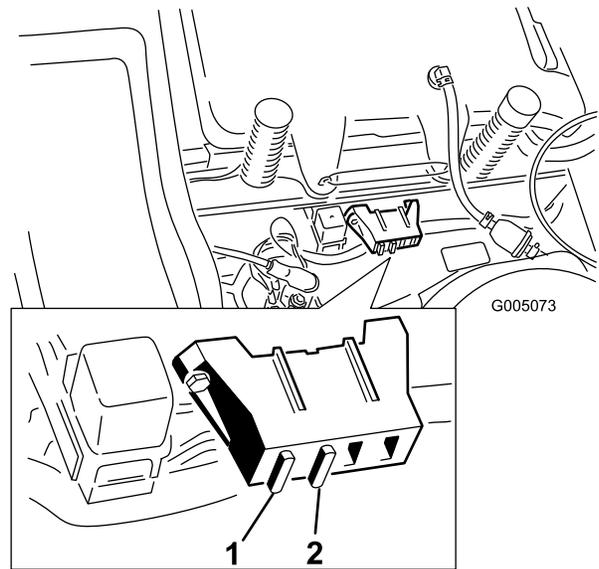

Bild 32
1. Heben Sie den Sitz an, um die Sicherungshalter zugänglich zu machen (Bild 32).
2. Ziehen Sie die Sicherung zum Wechseln heraus (Bild 32).